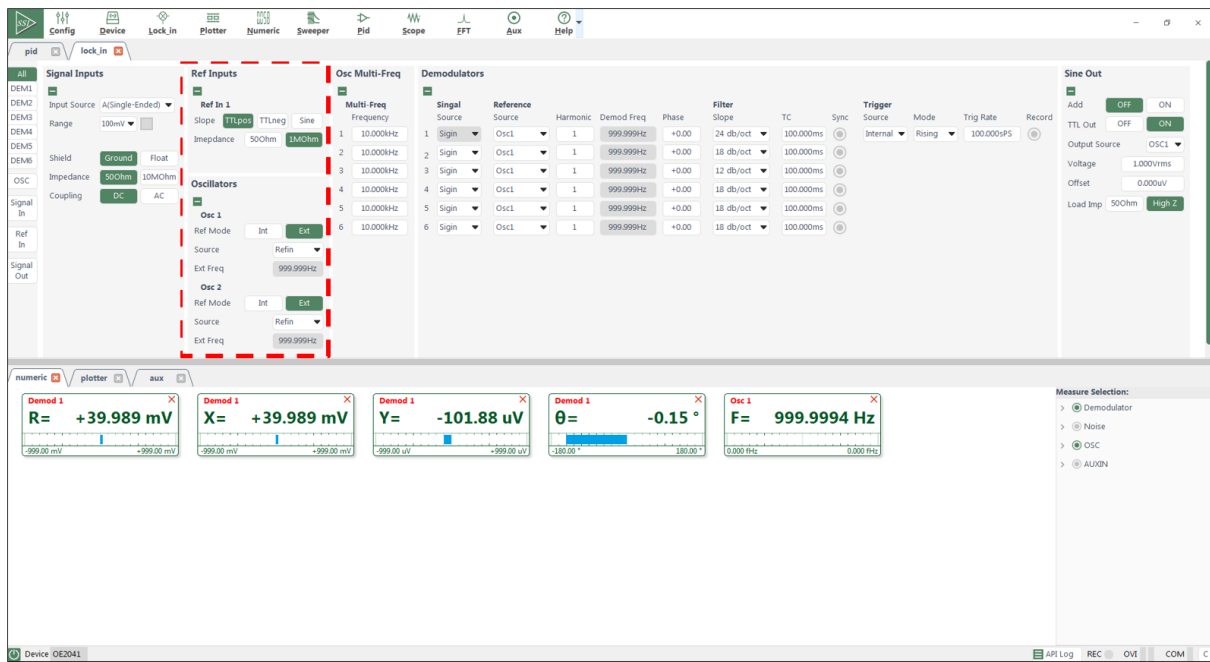
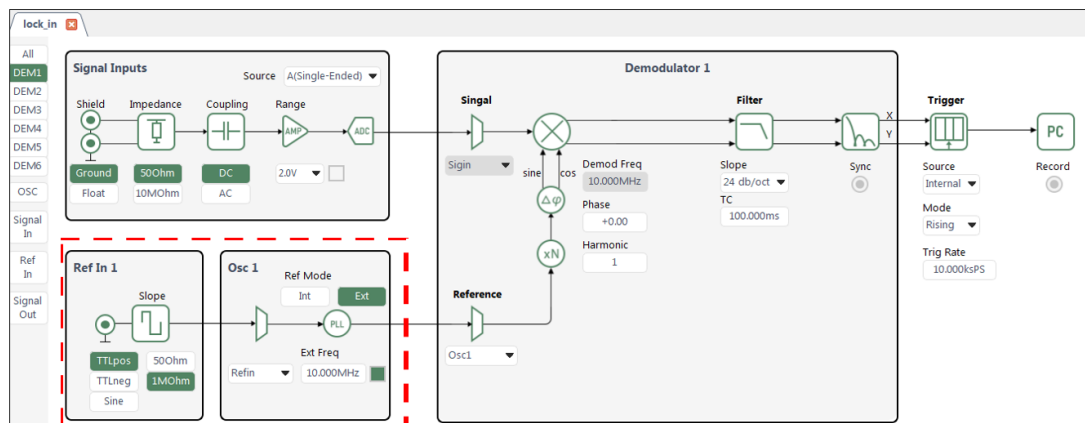

图 33. 参考信号配置图
图 34. 流程框图的参考信号配置区域
2. 根据表2配置，在参考信号配置区域选择参考信号源类型为外部参考，其它选项默认，如图33和图34所示，选择其中一种方式进行修改。